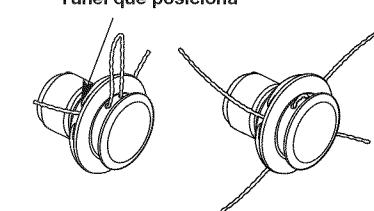

Fig. 24
- Empuje y/o tire de la línea de modo que ésta se ajuste al cabezal central y quede completamente extendida a través de los túneles de colocación. (Fig. 24)